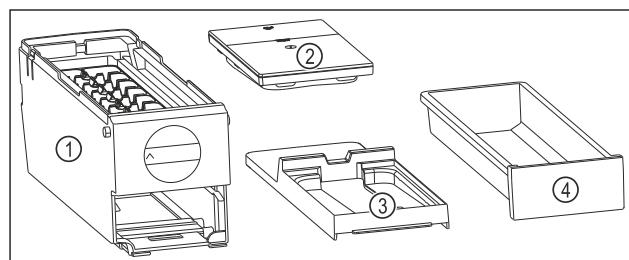

Fig. 76 Компоненти EasyTwist-Ice
- EasyTwist-Ice складається з чотирьох частин. (див. Fig. 76)
- Розбирайте EasyTwist-Ice тільки на зображені компоненти. (див. Fig. 76)
- Очистіть корпус EasyTwist-Ice Fig. 76 (1) без розбирання.